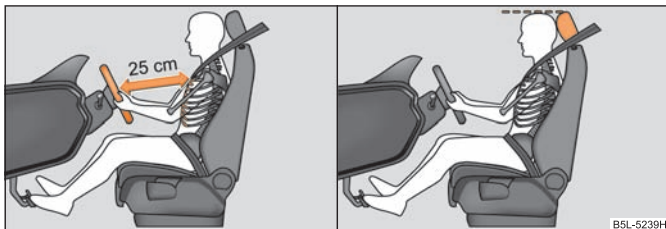

Fig. 131 La distancia correcta entre el conductor y el volante / el ajuste correcto del reposacabezas del conductor
- Ajuste el volante de tal modo, que la distancia entre el volante y el esternón sea, como mínimo, de 25 cm ⇒ **fig. 131**, lado izquierdo.
- Ajuste el reposacabezas de tal modo, que el borde superior del mismo se encuentre de ser posible a la misma altura que la parte superior de su cabeza ⇒ **fig. 131**, lado derecho.
- El conductor se ha de mantener a una distancia mínima de 25 cm del volante ⇒ **fig. 131**. Si no respeta la distancia mínima, el sistema de airbag no podrá protegerle – ¡Peligro de muerte!
- Ajuste el reposacabezas de tal modo, que el borde superior del mismo se encuentre de ser posible a la misma altura que la parte superior de su cabeza ⇒ página 143, fig. 131.
- Ajuste los reposacabezas de tal modo, que el borde superior de los mismos se encuentre de ser posible a la misma altura que la parte superior de la cabeza ⇒ página 143, fig. 131.